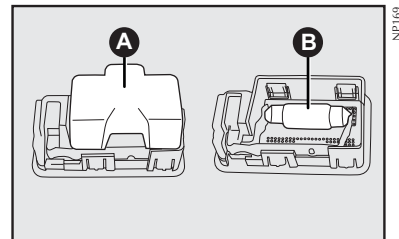

fig. 29
- retirar a tampa plástica **A-fig. 29** puxando-a para cima, para acesso à lâmpada;
- substituir a lâmpada **B-fig. 29**;
- recolocar a tampa **A-fig. 29** fazendo uma leve pressão;